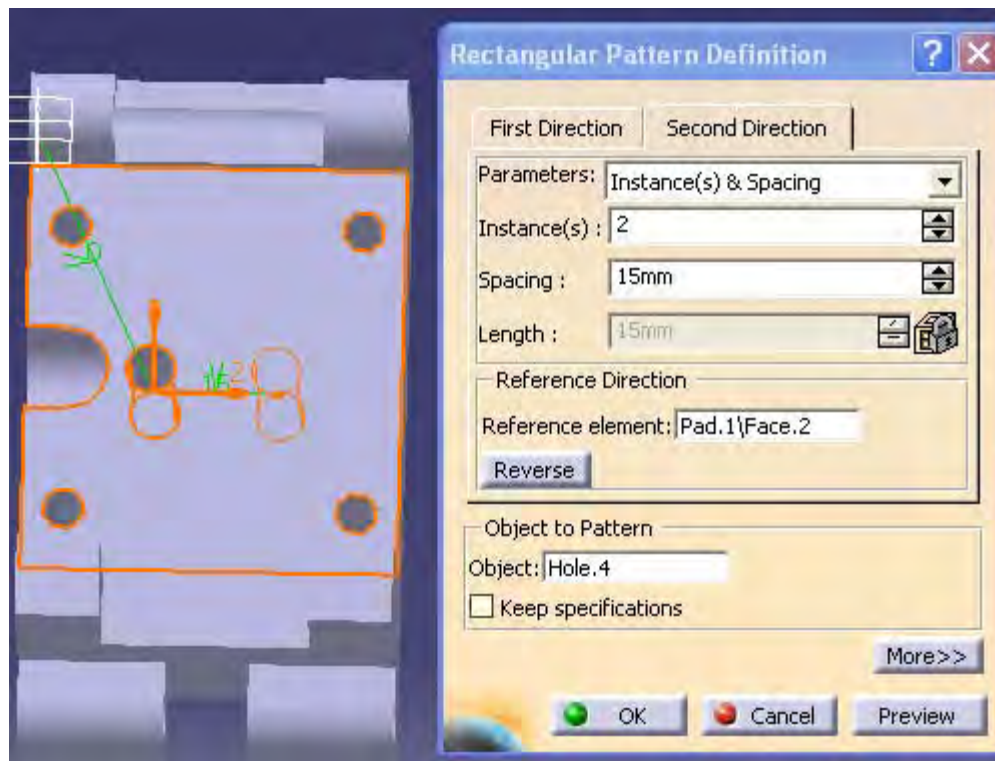

Figura 4.67: RECTANGULAR PATTERN 2
14.-Se crea los siguientes agujeros de la misma forma que el paso anterior y la pieza queda como la figura 4.67.